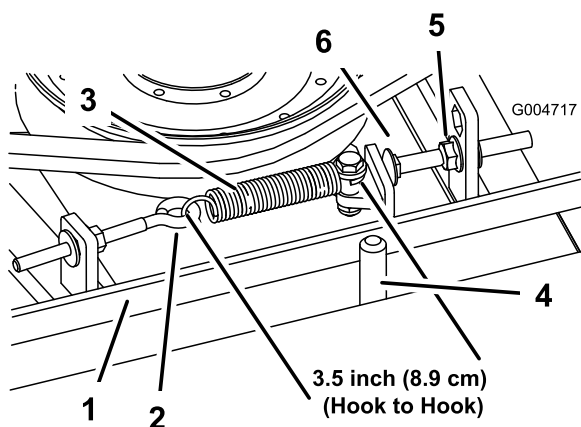

Figura 75
Quando la tensione è corretta, la misura interna della molla di prolunga (da gancio a gancio) deve essere circa 8,3 cm - 9,5 cm. Quando la tensione della molla è giusta, regolate il bullone di arresto (bullone a testa tonda) fino ad ottenere un gioco di 2 - 5 mm tra la testa del bullone ed il braccio di rinvio (Figura 75).
**Nota:** Verificate che la cinghia si trovi dal lato molla del guidacinghia (Figura 75).
- Allentate il bullone ad occhio per consentire la rimozione della molla di prolunga (Figura 75).
- Allentate il dado flangiato che fissa il bullone di arresto all'aletta di montaggio e spostate la puleggia tendicinghia dalla cinghia per rilasciare la tensione (Figura 75).
- Collegate la molla di prolunga (Figura 75) al bullone ad occhio e tendete la cinghia come segue: